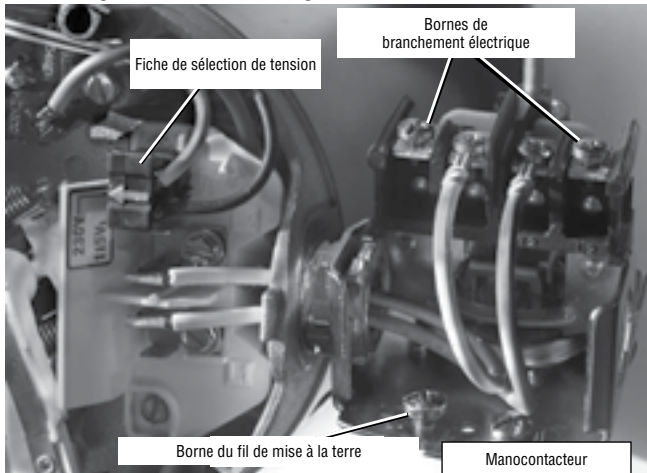

Figure 6 - Tension réglée à 230 V sur sélecteur à fiche
4. Brancher les deux conducteurs d'entrée sur les deux vis extérieures du pressostat, comme il est illustré à la figure 6.
5. Brancher le fil de mise à la terre sur une des connexions de mise à la terre, comme il est illustré à la figure 6.
1. Brancher tout d'abord le fil de mise à la terre, comme il est illustré à la figure 6. Ce dernier doit être en cuivre massif et son diamètre équivalent celui des fils d'alimentation en courant ou plus grand.
4. Brancher les fils d'alimentation en courant sur le pressostat, comme il est illustré à la figure 6. La pompe doit être branchée sur un circuit électrique de dérivation séparé venant directement du boîtier à fusibles ou du panneau des disjoncteurs.